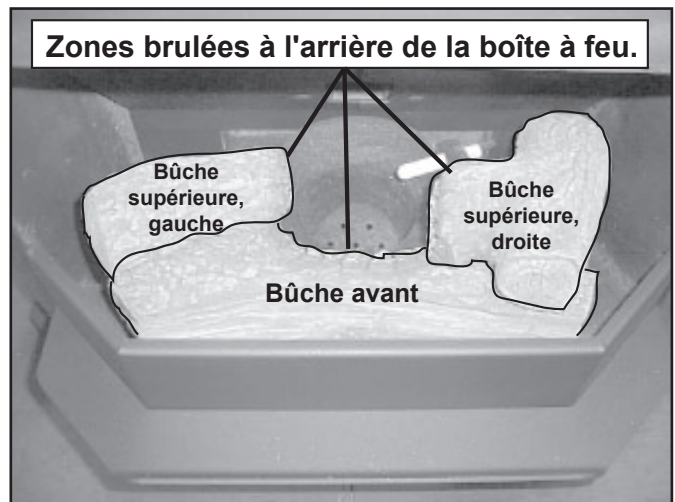

Figure 24.3
2. Placez les bûches de gauche et de droite sur la bûche avant, en plaçant les trous dans la base des bûches de droite et de gauche sur les broches de positionnement de la bûche avant (**voir Figure 24.3**). Assurez-vous que les extrémités carbonisées pointent vers le creuset de combustion.